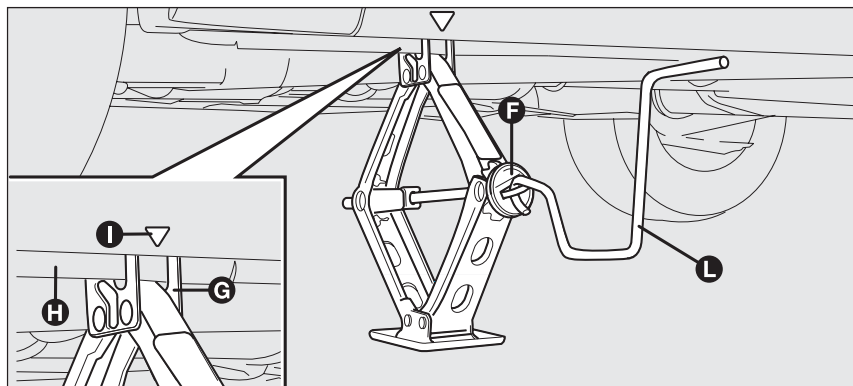

fig. 14
- ☐ accione el dispositivo **F-fig. 14** de manera de extender el gato, hasta que la ranura **G** en la parte superior del gato se inserta correctamente en el perfil inferior **H** ubicado en el bastidor en correspondencia de la indicación **I** (a aproximadamente 60 cm del centro de la rueda delantera o a 80 cm del centro de la rueda trasera);
- ☐ insertar la manivela **L-fig. 14** para permitir el accionamiento del cric y levantar el coche hasta cuando la rueda se levante a algunos centímetros del piso;
- ☐ accione la manivela **L fig. 14** del gato de manera de bajar el coche y extraiga el gato;